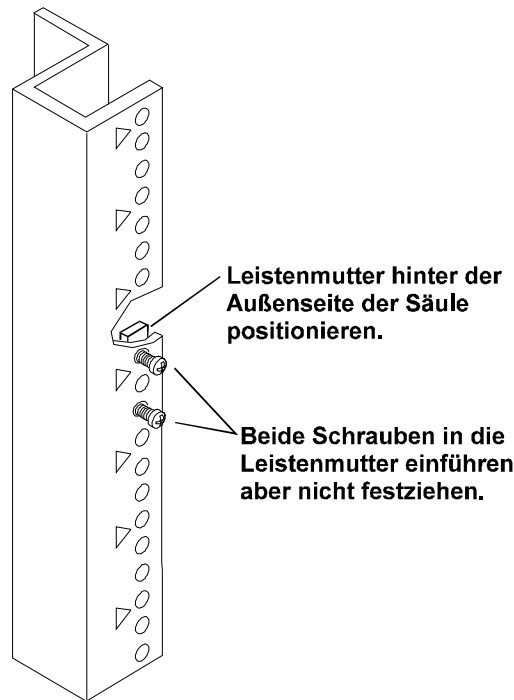
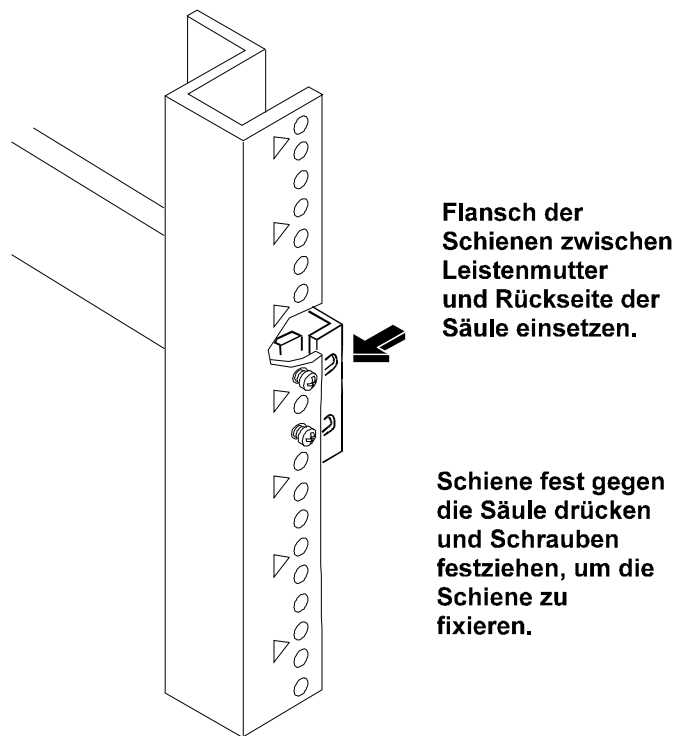

Abbildung 8-5. Anordnung der Leistenmutter
Abbildung 8-6. Befestigen der Schiene an der vorderen Säule
- ◇ Bei den "Leistenmutter" handelt es sich um eine kleine Metalleiste mit zwei Löchern, mit welchen die Flansch der Schienen an den Gestellsäulen befestigt werden (siehe Abbildung 8-5).
- ◇ Der Flansch befindet sich dann unmittelbar hinter der Säule, jedoch noch vor der Leistenmutter (siehe Abbildung 8-6).
- ◇ Führen Sie die Schrauben durch die Gestellsäule, und setzen Sie sie in einer Leistenmutter an der korrekten Position der einzelnen Säule ein (siehe Abbildung 8-5). Setzen Sie den Flansch für die Schienen zwischen der Säule und der Leistenmutter ein (siehe Abbildung 8-6.)
- ◇ Setzen Sie die Schrauben in eine Leistenmutter an der korrekten Position an den vorderen Säulen locker ein. Es muß ausreichend Abstand bestehen, so daß der Flansch der Schiene dazwischengeschoben werden kann (siehe Abbildung 8-5 und 8-6.